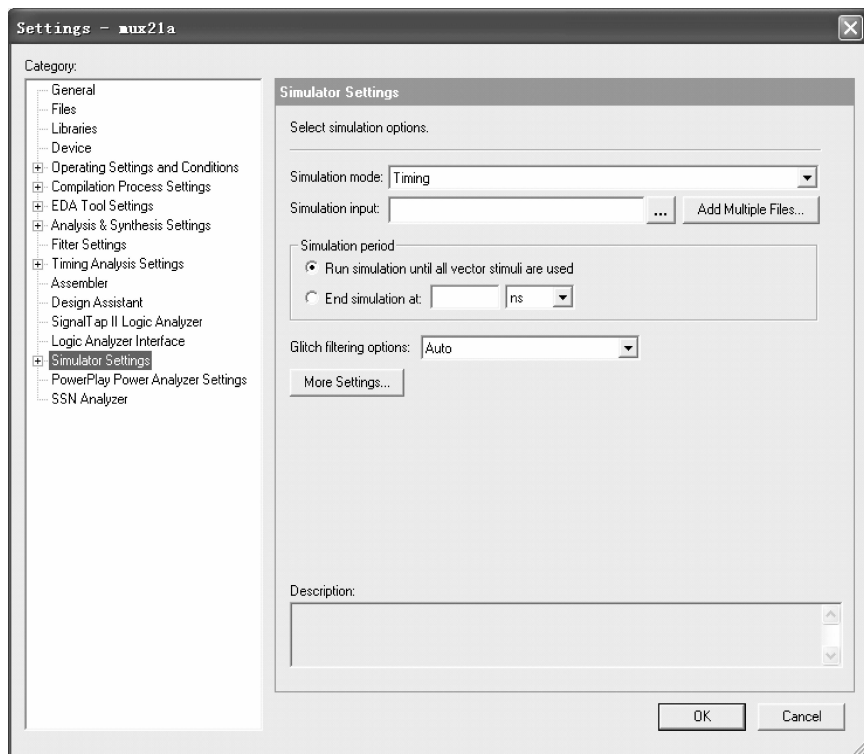

图 3-23 设置仿真参数
(6) 仿真器参数设置 (可以选择默认设置, 忽略此步骤)。选择主菜单 Assignment→Settings, 在 Settings 窗口中选择 Category→Simulator Settings, 如图 3-23 所示。可以设置仿真模式 Time Mode, 默认为 Time。还可以进行毛刺检测 Glitch Detection (1ns 宽度) 等设置。